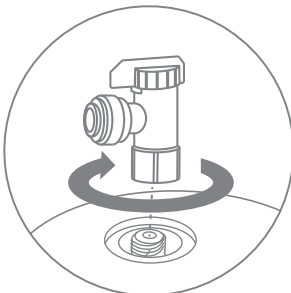

Рис. 17
1. Накрутите вентиль на резьбовой штуцер бака, используя идущую в комплекте уплотнительную шайбу (рис. 17). Запрещается применение дополнительных уплотнительных материалов, таких как фум-лента, сантехнический лен, герметик.